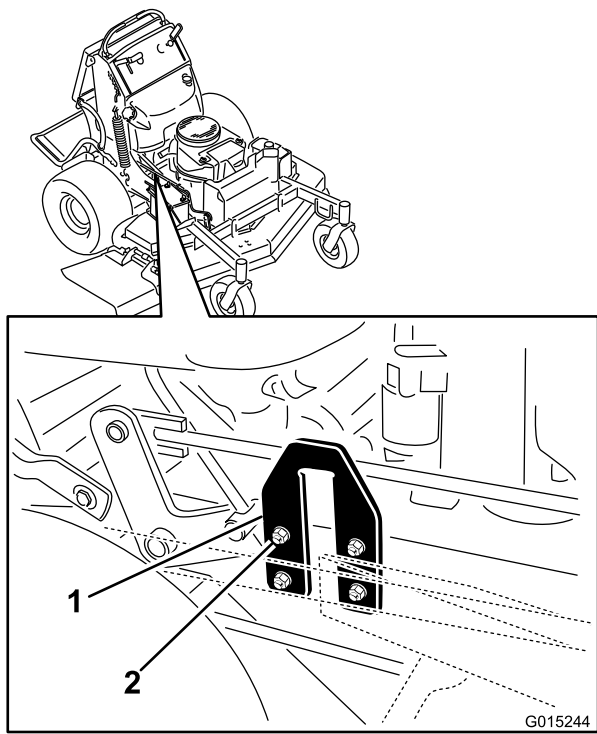

Figura 84
2. Localice las chapas con forma de U en el lateral de la carcasa del motor (Figura 84).
3. Afloje la chapa en un lado y ajústela hacia arriba o hacia abajo hasta que la diferencia entre las medidas **B** y **C** sea de no más de 6 mm (Figura 84).